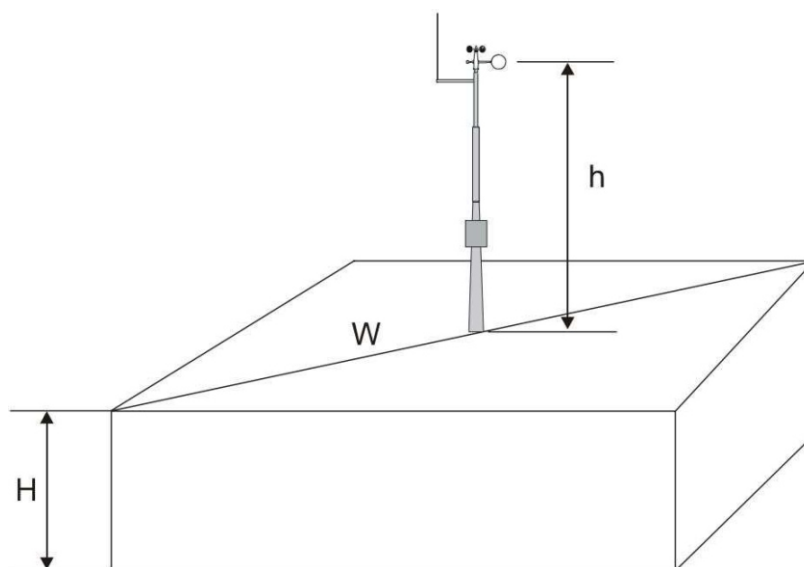

Рисунок 5 - Рекомендуемая длина мачты на крыше здания
Когда диагональ (W) меньше высоты (H), минимальная длина мачта должна составлять $1,5 * W$ (Рисунок 5).